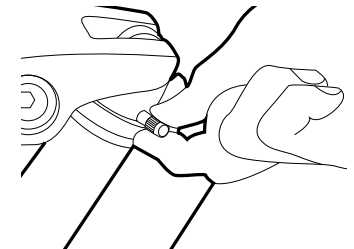

Figura 23. Manipolazione del cappuccio della valvola
- Svitare il cappuccio della valvola per accedere alla valvola dell'ammortizzatore che consente di regolare la pressione dell'aria, come mostrato nella figura 23.